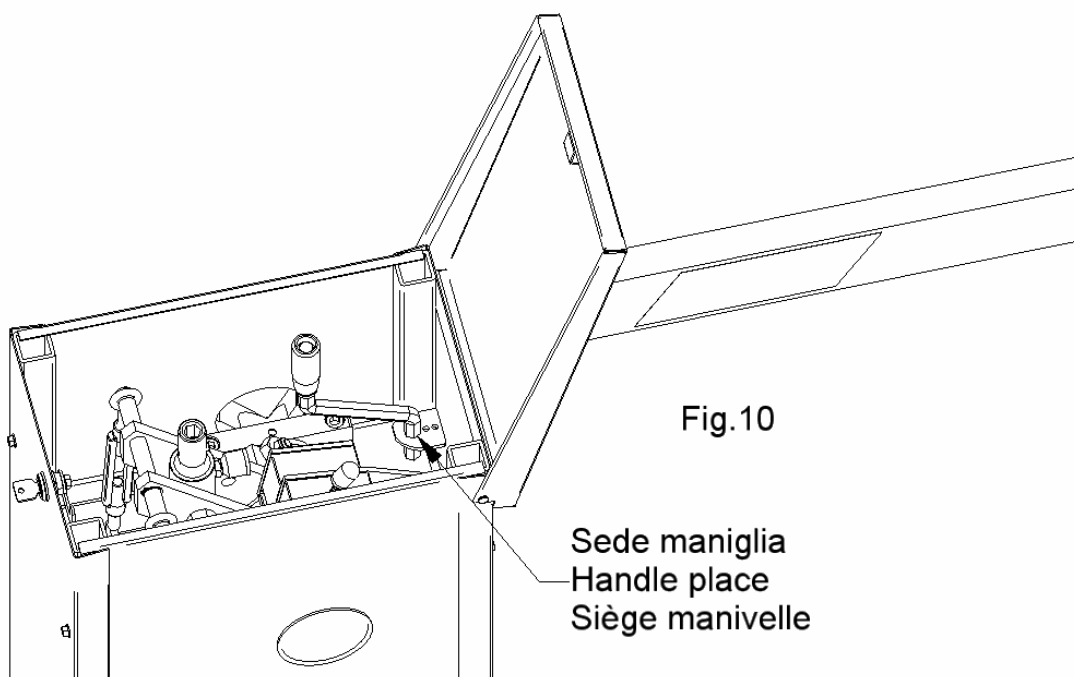

Fig.10
Ultimata la manovra manuale la maniglia va ricollocata nella sua sede (vedi fig.10) ed il coperchio va nuovamente chiuso a chiave.
- Attenzione con il coperchio aperto non è possibile, per ovvii motivi di sicurezza, il comando motorizzato della barriera poiché il finecorsa di sicurezza (pos.69) è attivato.
- open the cover (pos.42) opening the lock (pos.34).
- insert the handle (pos.43) in the graft command manual (pos.32) with present hexagonal center on the screw that it enlivenes the oscillating tree.
- Completed the manual manoeuvre , the handle must be replaced in its center (see fig.10) and close again the cover with the key . Warning: when the cover is open is not possible, for safety, the motorized command of the barrier since the safety limitswitch (pos.69) is activated.
- Ouvrir le couvercle (pos.42) en ouvrant la serrure (pos.34).
- Insérer la poignée (pos.43) dans le greffe commande manuel (pos.32) avec siège hexagonal présent sur les vies qui mouvementent l'arbre oscillant.
- Tourner la poignée en sens horaire ou contraire aux aiguilles d'une montre pour mouvementer la lisse dans les 2 sens. Achevée la manoeuvre manuelle la poignée va repositionnée dans son siège (vois fig.10) et le couvercle va nouvellement fermé à clé.
- Attention avec le couvercle ouvert n'est pas possible, pour des evidentes raisons de sûreté, le commande motorisé de la barrière puisque le fin de course de sûreté (pos.69) est activé.